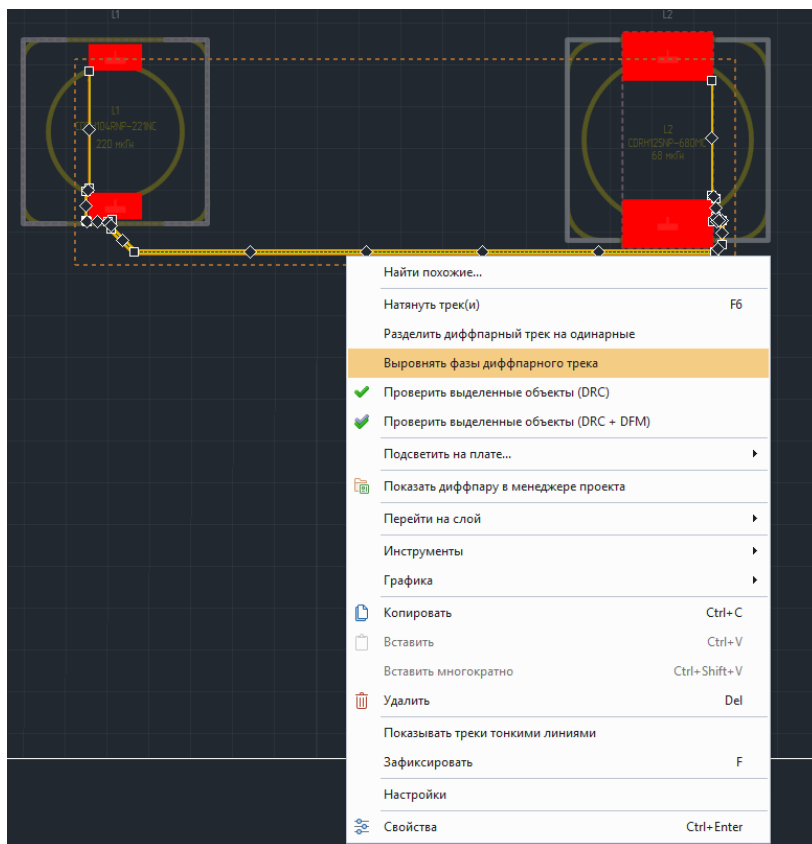

Рис. 312 Выравнивание фаз дифференциальной пары
2. Из контекстного меню выбрать пункт «Выравнять фазы диффпарного трека», см. Рис. 312.